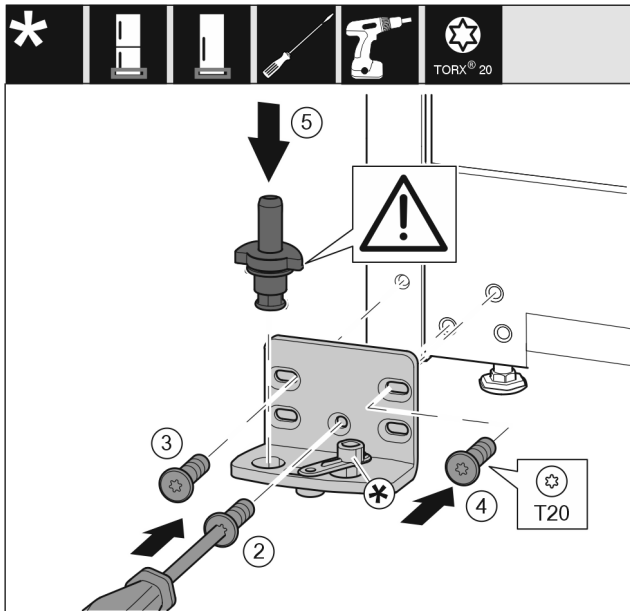

Fig. 17
- ▶ Встановіть опорний кронштейн з іншого боку і закріпіть гвинтами за допомогою викрутки T20. Почніть із гвинта 2 знизу посередині. Fig. 17 (2)
- ▶ Закрутіть гвинти 3 та 4. Fig. 17 (3,4)
- ▶ Вставте цілком опорний гвинт. При цьому виступ фіксатора повинен бути спрямований назад. Fig. 17 (5)